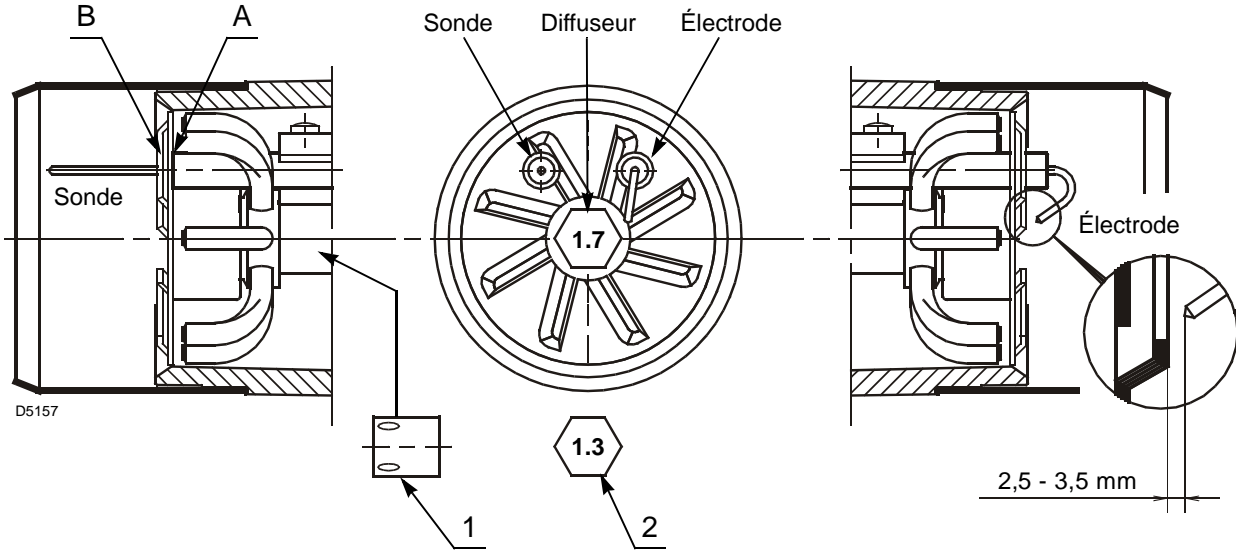

Fig. 12
Ne pas tourner l'électrode d'allumage mais la laisser comme sur la Fig. 12.
Appuyer la céramique de l'électrode A) sur l'accroche flamme B)(Fig. 12).
- d'introduire la réduction 1)(Fig. 12);